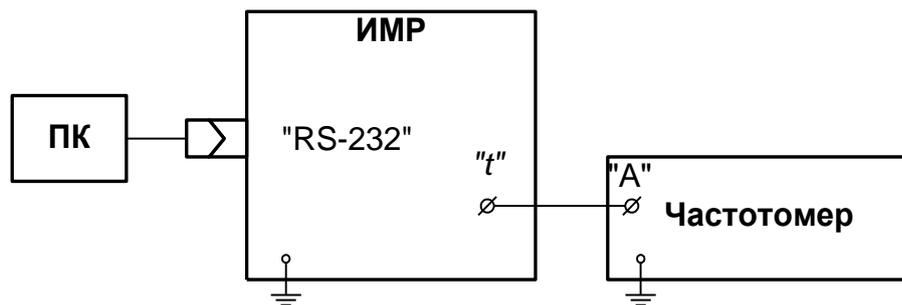

Рис. 50. Схема подключения модуля ИМП при проверке.
- собрать схему в соответствии с рис.50;